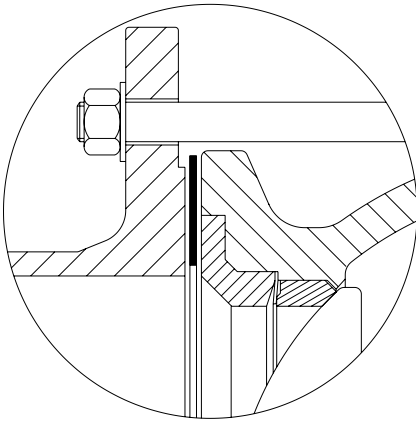

Fig.5-2 Empaquetadura
- Garantizar que la válvula y las empaquetaduras estén correctamente centradas y que se utilicen empaquetaduras de la calidad correcta. La función de sellado de la válvula depende de la empaquetadura en el lado de entrada, el cual transmite la presión de la brida que conecta a la placa de cubierta (→ Fig.5-2).